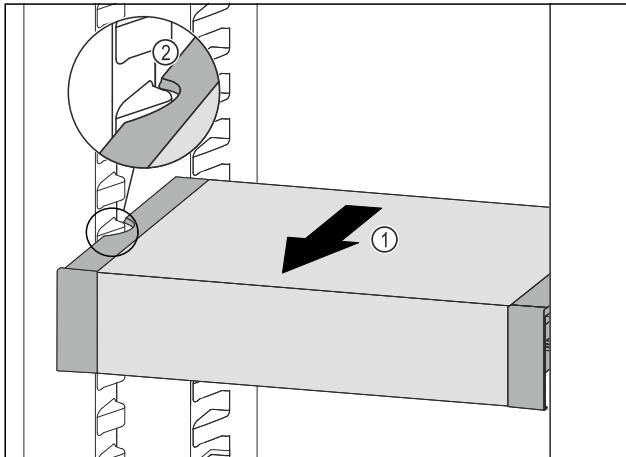

Fig. 40
- ▶ Потягнути VarioSafe вперед Fig. 40 (1), поки бокові заглиблення VarioSafe не опиняться на рівні ребра для резервуара в охолоджувальному відділенні. Fig. 40 (2)